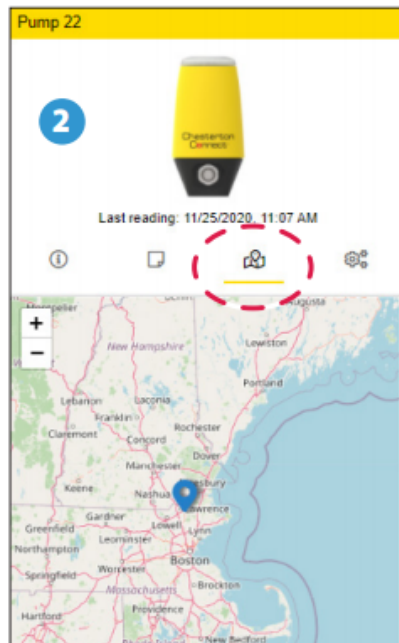

Figura 8
- 2 El cuadro de diálogo de **ubicación** permite a los usuarios ver sus sensores en un mapa interactivo (ver figura 8).